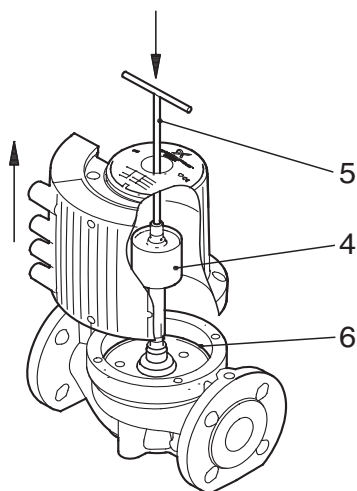

Рис. 2 Изменение расположения клеммных коробок
2. Приподнимите корпус статора (3). Используйте (4) для этого соответствующие инструменты, например Т-образный ключ (M8) (5), смотрите рис. 2.
3. Проверьте целостность уплотнительного кольца (6) круглого сечения. Кольцо с дефектами должно быть заманено.
4. Поверните корпус статора с клеммной коробкой (3) в нужное положение.